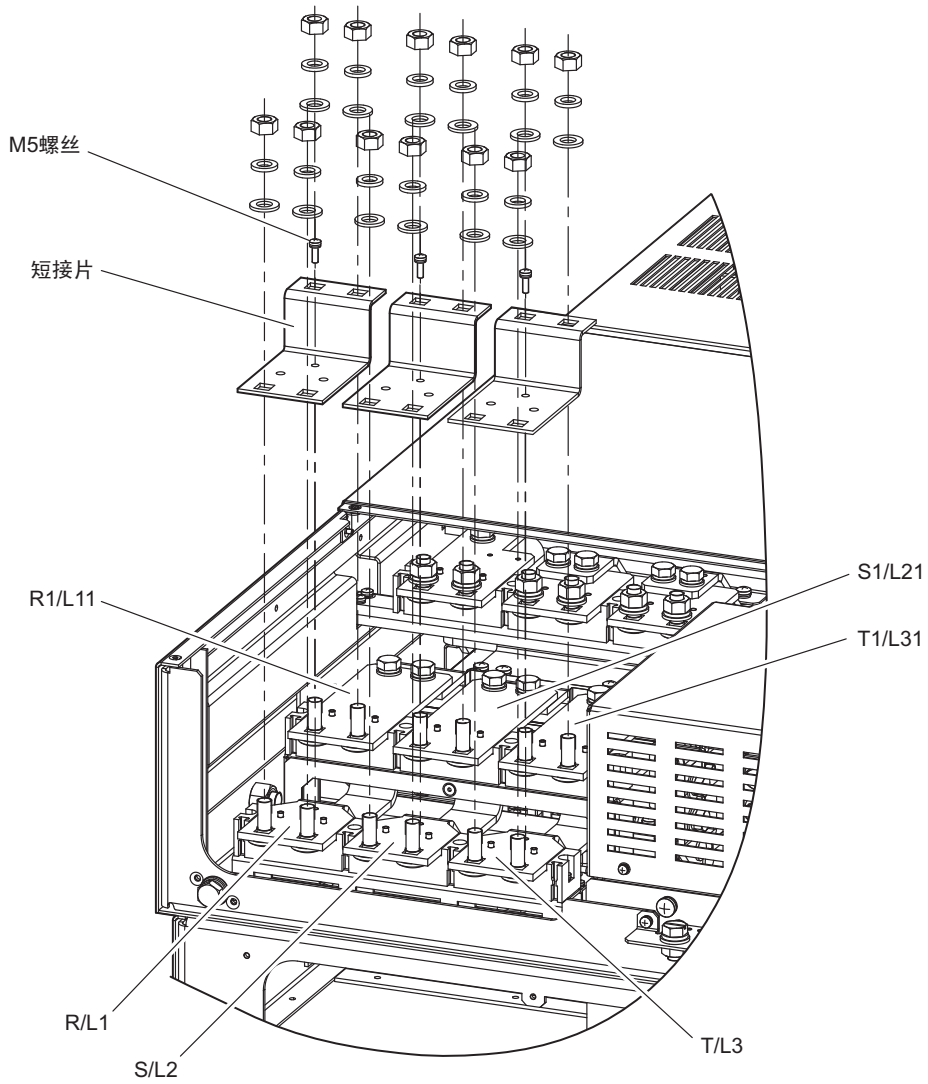

图 10 短接片的拆除
- 机型为 CIMR-E□4A0930、4A1200 的变频器，出厂时主回路端子 R/L1-R1/L11，S/L2-S1/L21，T/L3-T1/L31 间通过短接片进行了短路。进行 12 相整流时，请参照图 10 拆除短接片（3 处）。